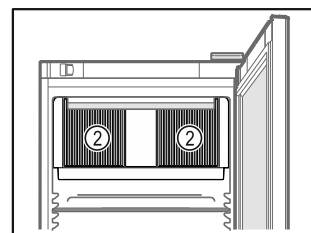

Fig. 40
- ❑ Poskrbite, da prezračevalna reža *Fig. 40 (2)* ventilatorja krožnega zraka v notranjosti ni zakrita.